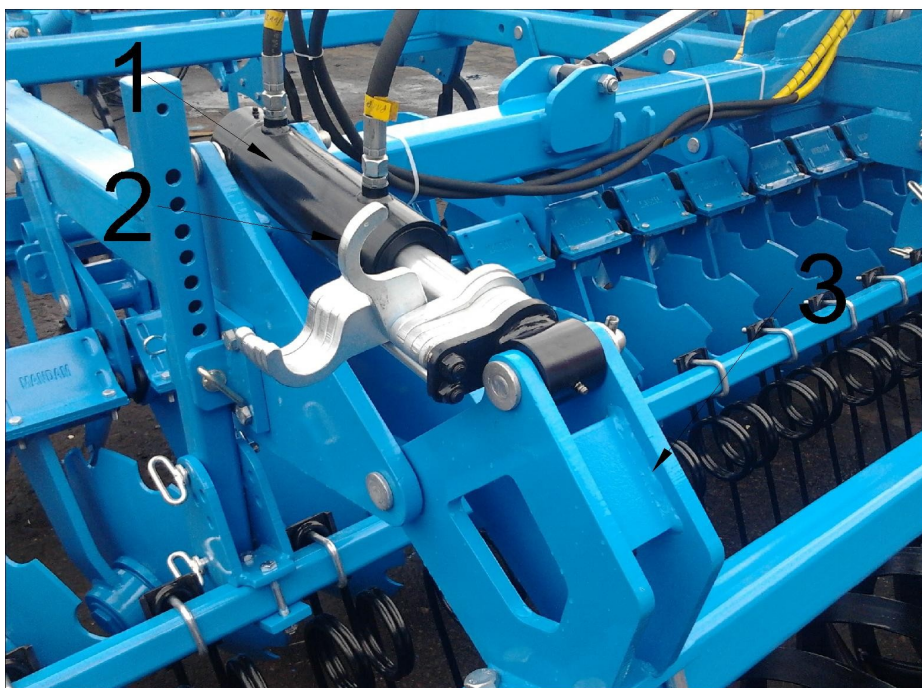

Rys. 6 Regulacja głębokości i odległości wału: 1 - sworznie regulacji głębokości pracy wraz z płytką stabilizującą; 2 - śruba mocowania ramion wału.
Głębokość robocza brony talerzowej ustalana jest położeniem wału, którego ramiona blokowane są w uchwytych sworzniami (rys. 6) lub regulowane siłownikami z zapadkami (rys. 8). TAL-K 6,0 posiada także przednią regulację głębokości pracy, którą zmienia się za pomocą nakrętki rzymskiej ustawiając wysokość położenia kół (rys. 7) Wstępnie należy wał i koła ustawić powyżej dolnej krawędzi talerzy na wysokości odpowiadającej w przybliżeniu zakładanej głębokości roboczej, a w pracy po uwzględnieniu zagłębienia wału należy ustawienie skorygować. W celu zmiany położenia wału należy po uniesieniu brony zamontować sworznie w odpowiednich otworach, zwracając uwagę, aby w obu otworach sworznie zamontowane były tak samo. Opadanie wału po uniesieniu ograniczone jest śrubą, a można je dodatkowo ograniczyć sworzniem montowanym w otworach położonych blisko śruby.
**Odległość wału od brony talerzowej** zależy od otworu zamocowania zamocowania ramion wału (rys. 6). Należy ją zwiększyć, gdy gleba odrzucana przez talerze przesypuje się ponad wałem. Należy jednak pamiętać, że przesunięcie wału do tyłu powoduje wydłużenie maszyny i pogorszenie równowagi podłużnej ciągnika. Brona talerzowa może także pracować bez wału. Wtedy jednak nie można ograniczyć zagłębienia talerzy, a gleba pozostanie w stanie spulchnionym. Przy stosowaniu maksymalnych głębokości talerzowania można również odblokować wał, aby pracował pod własnym ciężarem.